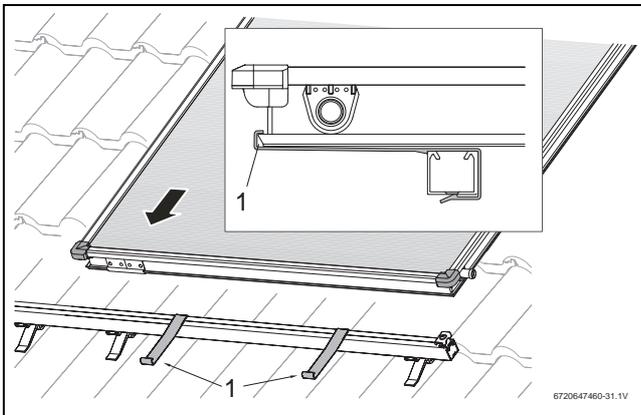

Fig. 64 Colocar o primeiro colector nos perfis
- ▶ Colocar o primeiro colector nos perfis e deixar deslizar até às proteções contra deslizamento (Fig. 64, [1]). A base inferior do colector deve encaixar na abertura da protecção contra deslizamento.